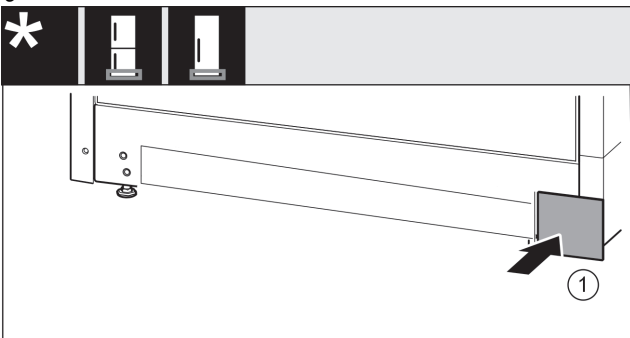

Fig. 16
- Remettre en place le cache de l'autre côté. Fig. 16 (1)